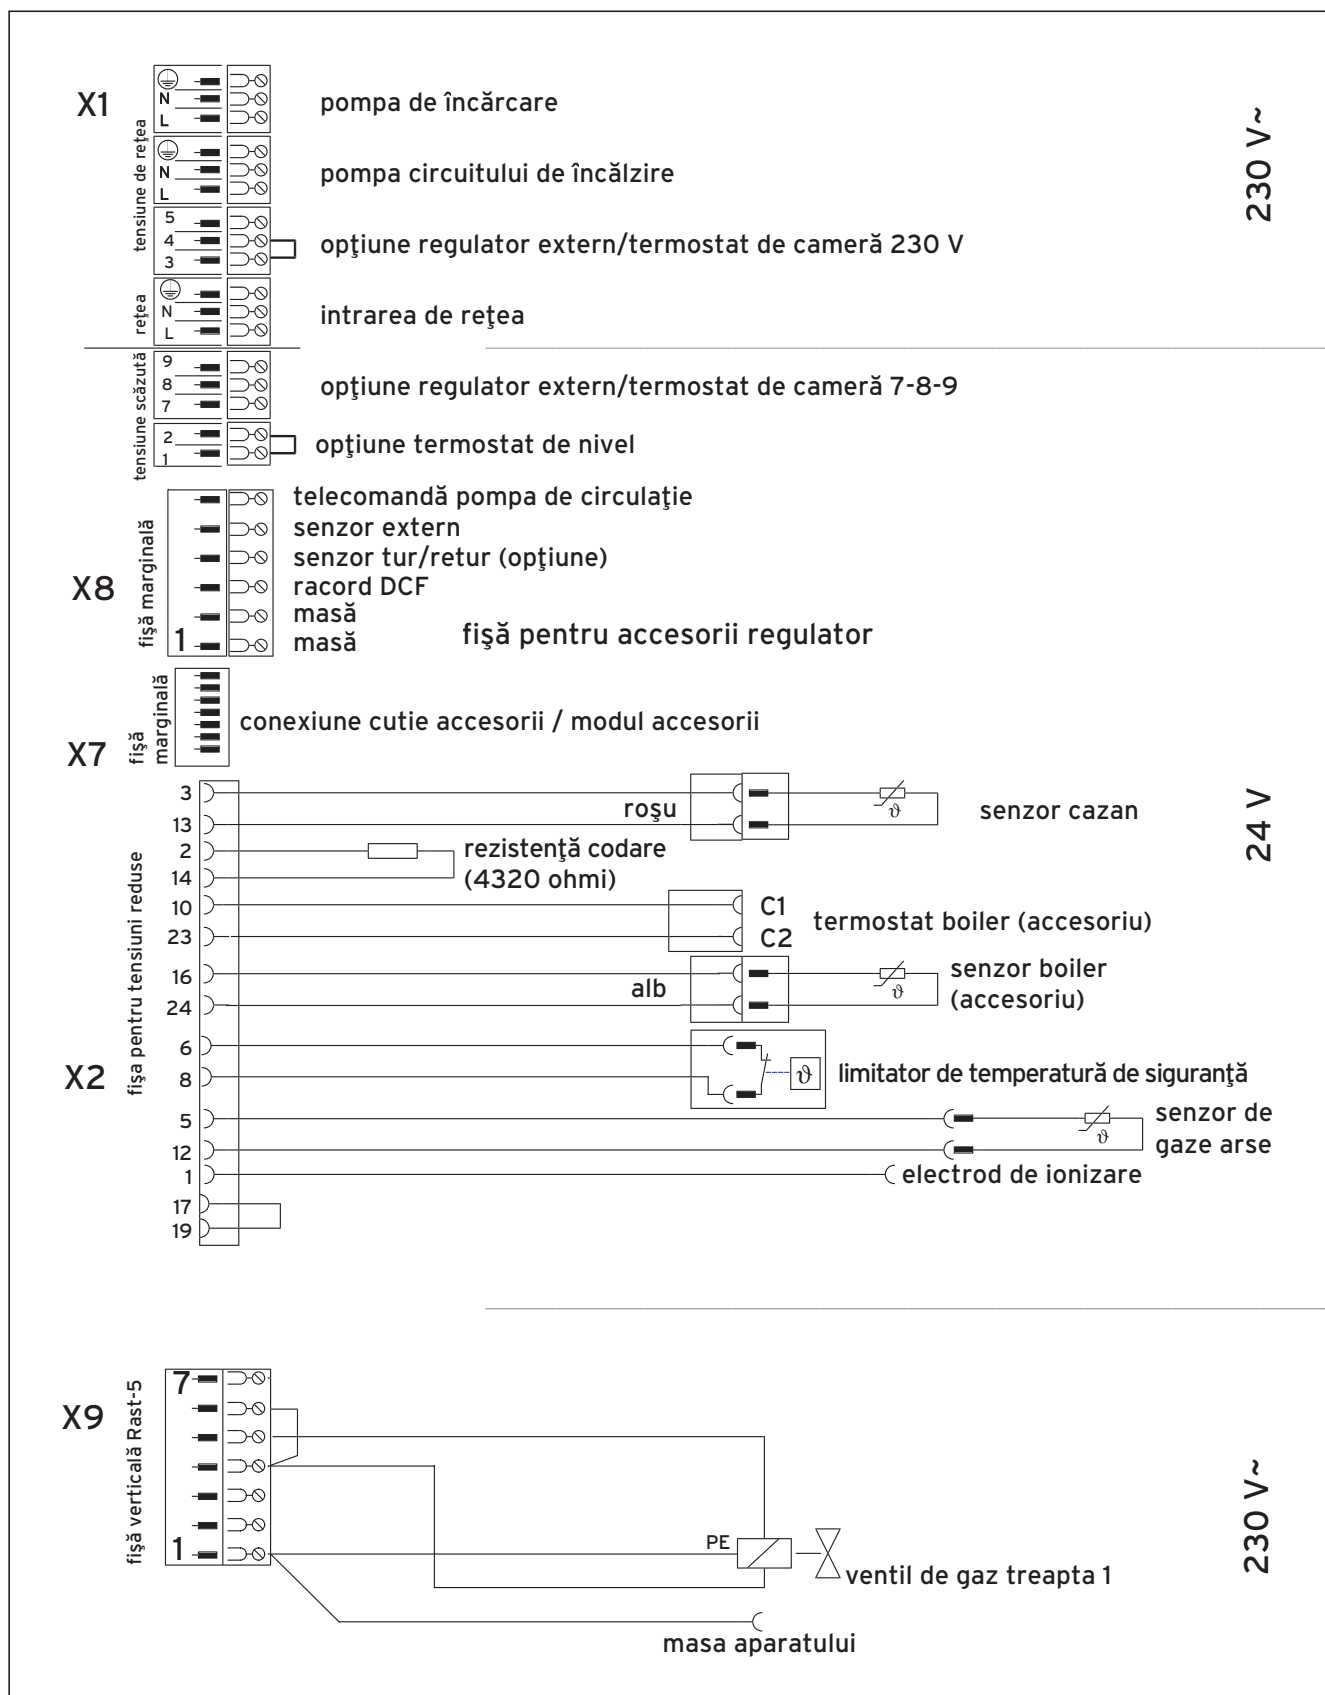

Fig. 4.6 Conexiunile electrice pentru atmoVIT exclusiv
- Conectați fără potențial siguranța pentru deficit de apă la "termostat de nivel" (Pro E) și clapeta de gaze arse la accesoriu (poziția conexiunii este prezentată în fig. 4.6).